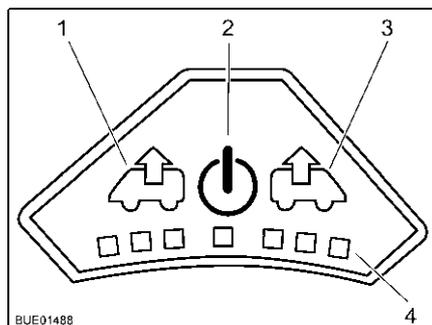

Fig. 95 Painel de controlo do ventilador
- Premir a tecla Ligar/Desligar (Fig. 95,2). O ventilador está a funcionar no modo de conforto (extrair o ar com o ventilador na mais baixa rotação).
- Para aumentar a rotação do ventilador: Prima a tecla Extrair o ar (Fig. 95,1). A rotação do ventilador no sentido da extração do ar aumenta um nível. Os LEDs (Fig. 95,4) indicam os níveis de comutação.
- Para reduzir a rotação do ventilador: Prima a tecla Arejar (Fig. 95,3). A rotação do ventilador baixa um nível.
- Para aumentar a rotação do ventilador: Prima a tecla Arejar (Fig. 95,3). A rotação do ventilador no sentido do arejamento aumenta um nível. Os LEDs (Fig. 95,4) indicam os níveis de comutação.
- Para reduzir a rotação do ventilador: Prima a tecla Extrair o ar (Fig. 95,1). A rotação do ventilador baixa um nível.
- Premir a tecla Ligar/Desligar (Fig. 95,2). O ventilador para, os LEDs apagam-se.